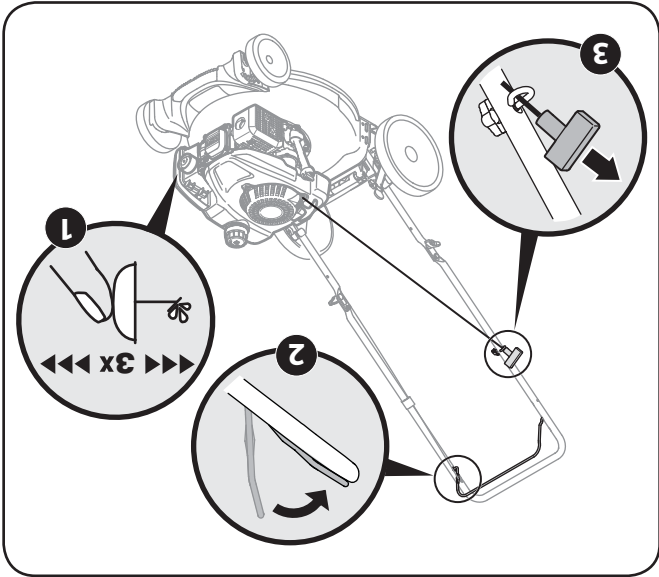

Figure 5-2
1. Pressez sur l'amorce trois fois. Attendez environ deux secondes avant de presser de nouveau sur l'amorce. Voir Figure 5-2. Si la température est inférieure à 10 °C (50 °F),